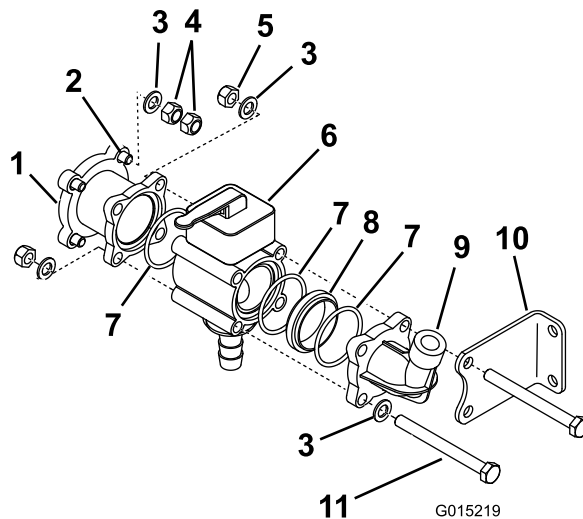

Figura 7
9. Deslize as anilhas para as barras que não passam pelo suporte de montagem esquerdo e enrosque uma porca de bloqueio na extremidade esquerda de cada barra (Figura 7).
10. Instale o adaptador de redução das peças soltas nas barras roscadas (Figura 7).
adaptador de redução ao conjunto da válvula de derivação da rampa (Figura 7).
13. Monte previamente o conjunto do manípulo da válvula manual utilizando a válvula manual, anel de retenção, adaptador das peças soltas e a tampa do cotovelo que removeu previamente (Figura 7).
14. Deslize as anilhas e parafusos para os 2 furos frontais (afastados do suporte de montagem) do manípulo da válvula manual pré-montado para segurar tudo junto (Figura 7).
15. Instale o conjunto da válvula manual com 2 das anilhas e parafusos necessários e instale, mas não aperte, uma anilha e uma porca de bloqueio na outra extremidade de cada barra (Figura 7).